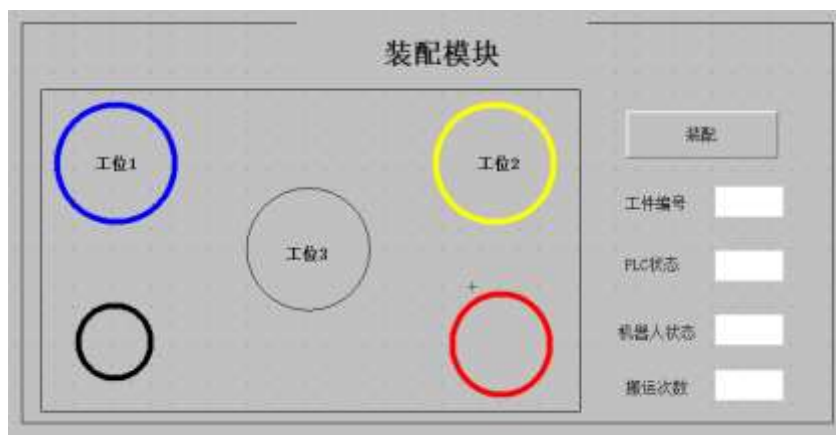

图 5-3 装配触摸屏示意图
(2)、轴承滚体 (3)、轴承内圈 (4)、轴承挡圈 (5) 装配在指定的工位上进行装配。装配工位在触摸屏上进行选择，完成工件的装配；装配过程中触摸屏上显示机器人搬运的次数；机器人在装配一个工件过程中，触摸屏上的工件闪烁，直到工件装配完成后，触摸屏上对应的工件停止闪烁并消失；当按下“装配”按钮机器人状态显示【准备装配】，1 秒后机器人开始运动，机器人状态显示【装配进行】，装配完成后机器人停止动作，机器人状态显示【装配完成】；每完成一个零件的装配，触摸屏上显示当前装配完成的工件编号、PLC 运行状态（机器人进行动作时 PLC 为“运行”状态）。装配完成后机器人回到初始位置，同时触摸屏显示 PLC 待机状态，如图 5-3、5-4 装配示意图。